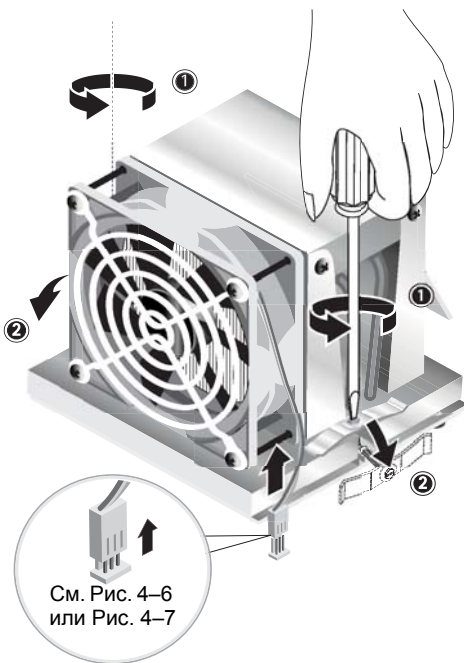

РИСУНОК 4-8 Отсоединение фиксирующих зажимов блока радиатора/вентилятора
5. Ослабьте два винта, которые удерживают блок радиатора/вентилятора на материнской плате (см. РИСУНОК 4-8, элемент 1), затем поверните фиксирующие зажимы наружу (элемент 2).